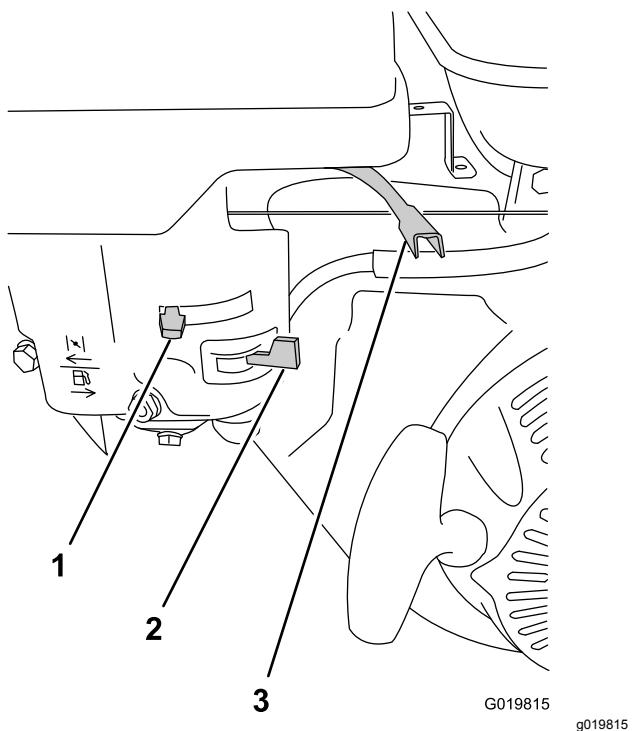

Figura 32
2. Mueva la válvula de combustible a la posición de ABIERTO, totalmente hacia la derecha (Figura 32).
3. Mueva la palanca del estárter a la posición de ACTIVADO (Figura 32).